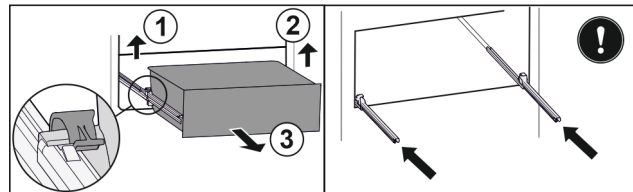

Fig. 91
- ▶ Sollevare il morsetto sinistro e allo stesso tempo tirare in avanti il cassetto sinistro. Fig. 91 (1)
- ▶ Sollevare il morsetto destro e allo stesso tempo tirare in avanti il cassetto destro. Fig. 91 (2)
- ▶ Rimuovere il cassetto tirandolo in avanti. Fig. 91 (3)